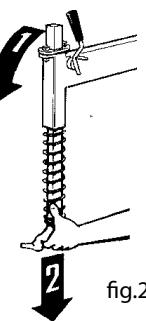

fig.20
- Svitare il cappellotto situato in cima all'asta con una chiave a brugoladi 6mm. (Fig.19-2) Attenzione: sbloccare l'asta avendo l'accortezza di tenere una mano sotto la stessa (fig.20) (1) e (2).
- Unscrew the cap at the top of the rod with a 6 mm hex key (fig.19-2). Warning: when unscrewing the rod take the precaution of keeping one hand underneath it (fig.20) (1) and (2).
- Dévisser le capuchon placé au sommet de la tige avec une clef d'Allen de 6mm. (Fig.19-2) Attention: débloquer la tige en prenant soin de placer une main en dessous (fig.20) (1) et (2).
- Die Haube auf der Stangenspitze mit einem Allen Wrench-Schlüssel von 6 mm abschrauben (19-2). Beachten Sie bitte: Beim Herauslösendes Stabs die Hand darunterhalten (Abb. 20) (1) und (2).
- Destornille la cápsula colocada encima de la barra con una llave de allen de 6 mm. (fig. 19-2). Atención: desbloque la barra metiendo una mano debajo de la barra misma (v. fig. 20) (1) y (2).